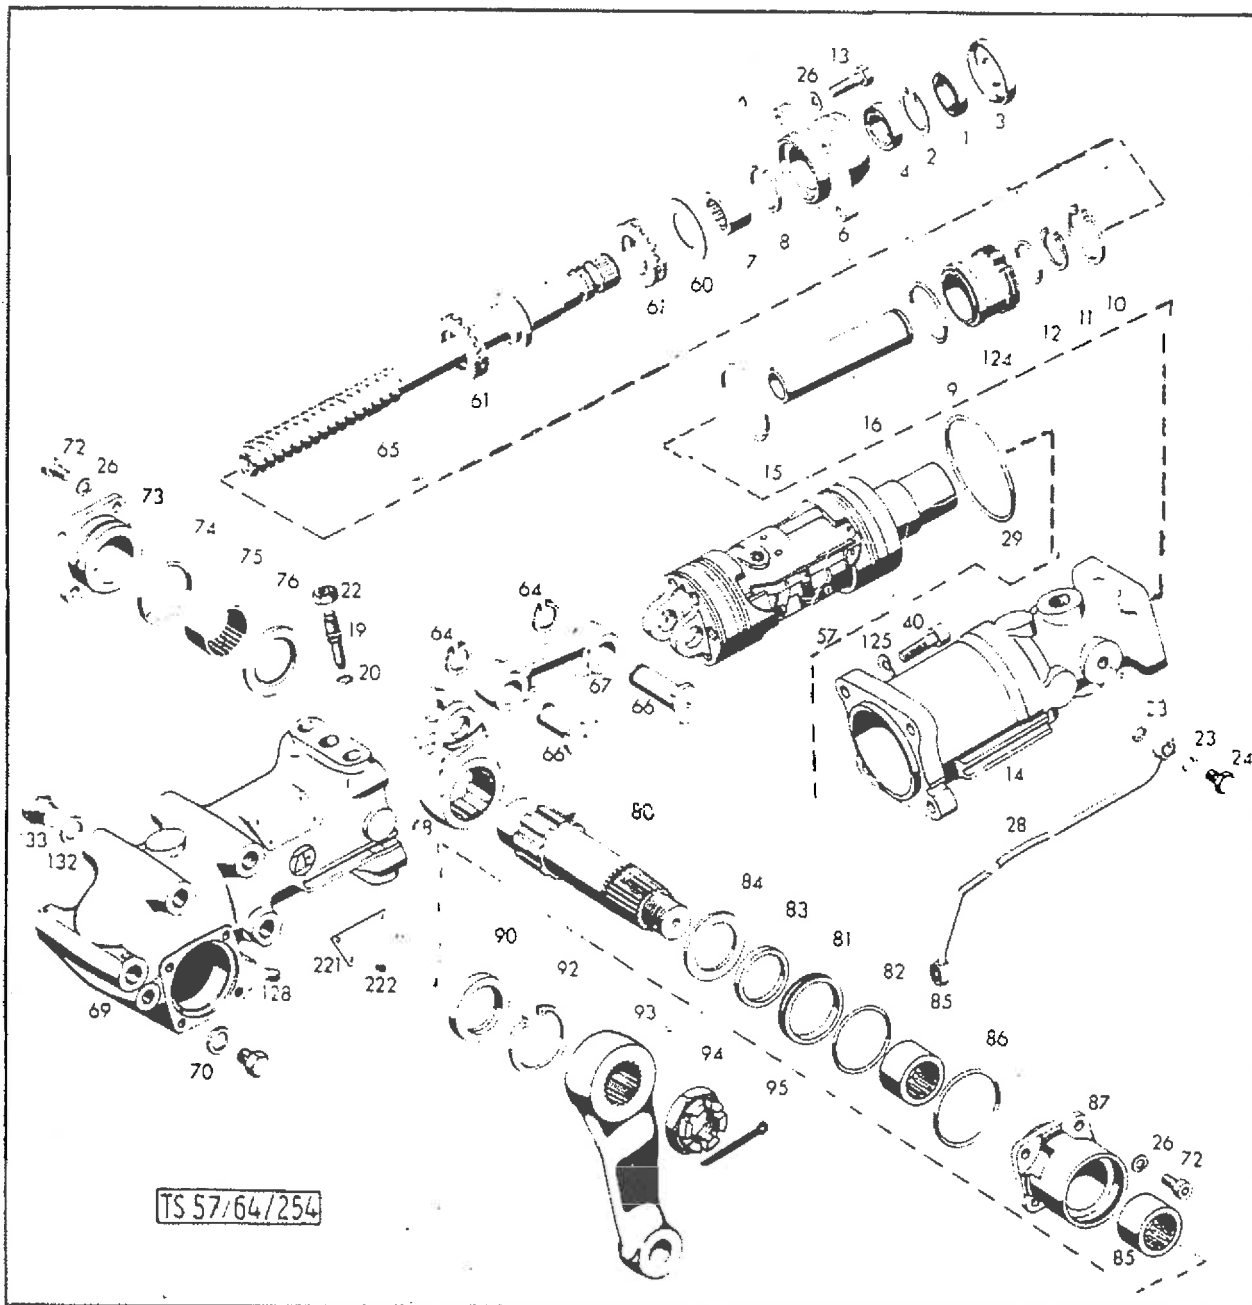

Bild 8: Hydrolenkung Ersatzteile
- Abdichtung der Lenkspindel: (Bild 8, Position 1-2-9 und 12)
- Abdichtung der Lenkbegrenzungsschraube: (Bild 8, Position 20)
- Abdichtung der Lenkwelle: (Bild 8, Position 74-82-83-86 und 90)